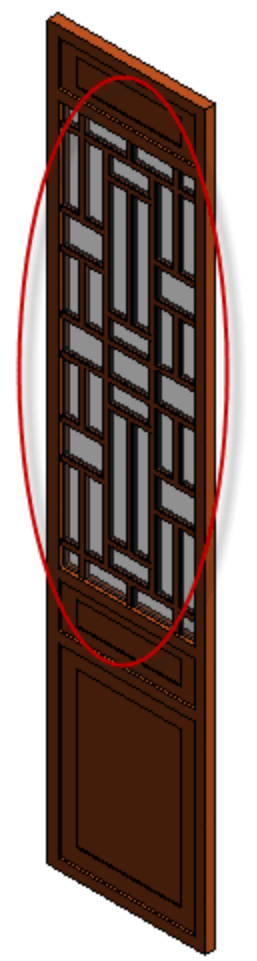

图 8.3.63 屏风玻璃效果图
(9) 编辑可见性并添加材质。首先,选中桌面图元,在“属性”面板中编辑“可见性/图形替换”选项,取消“平面/天花板平面视图”复选框的选择,单击“确定”按钮。其次,添加边框的材质,选择“玻璃”类型,单击“确定”按钮,如图 8.3.63 所示。